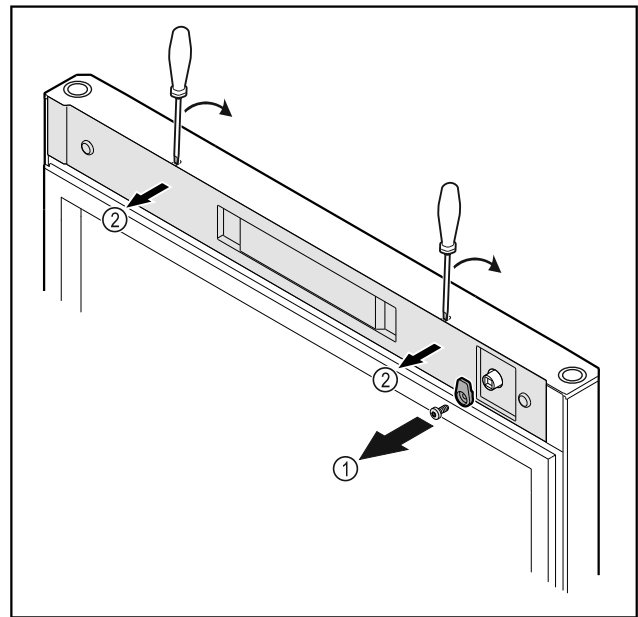

Fig. 10
- Svitare i ganci di chiusura Fig. 10 (1).
- Disinnestare la copertura Fig. 10 (1) con l'ausilio di un piccolo cacciavite e rimuoverla.